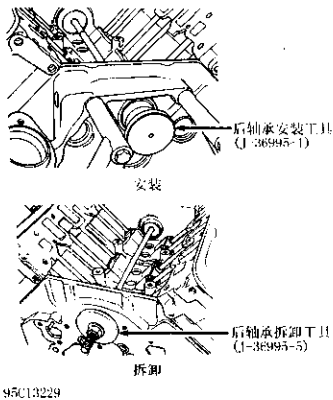

图 14-10 更换平衡轴后轴承
3) 从气缸体的后面拆下平衡轴堵片。记下后轴承安装的方向。用后轴承拆卸工具 (J-36995-5), 从气缸体上拆下后轴承 (图 14-10)。
1) 用发动机油润滑平衡轴轴承。以轴承滚压边缘朝向内部 (朝向发动机) 并且厂家标记朝向发动机的飞轮侧, 安装后轴承。用后轴承安装工具 (J-36995-1), 安装后轴承 (图 14-10)。